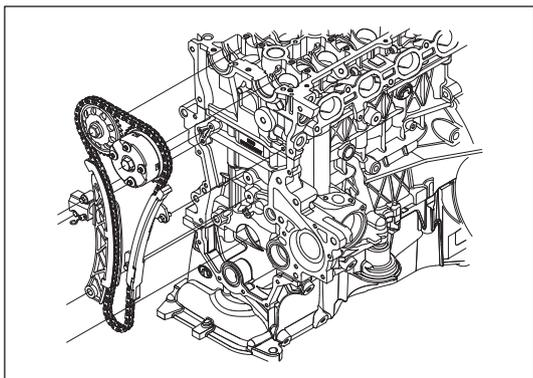

Рис. 12-3-51. Установка ГРМ
- ж) Установить масляный насос ГРМ и крышку головки блока цилиндров, как изображено на рис. 12-3-51.